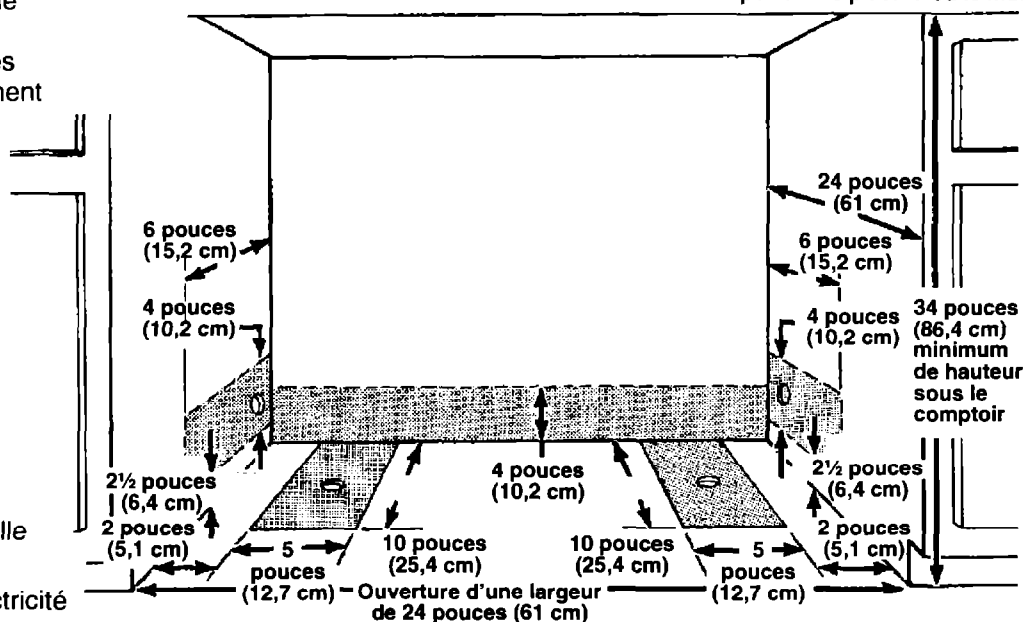

Figure 1
1. Une prise de courant à 3 trous dont un de mise à la terre doit être disponible ou installée par un électricien qualifié sur le mur arrière ou le côté du placard, juste à côté de l'ouverture pour le lave-vaisselle. (Voir la Figure 1, page 2.)